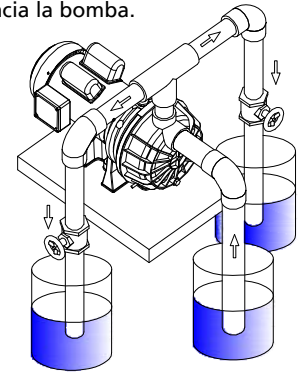

Figura 3
1. Conecte el tubo de succión para conducir el punto (Ver Figura 3). Mantenga tubería horizontal tan corto como sea posible. Utilice cinta de PTFE en las roscas macho. Múltiples puntos de pozo puede ser necesario para proporcionar suficiente agua a la bomba.